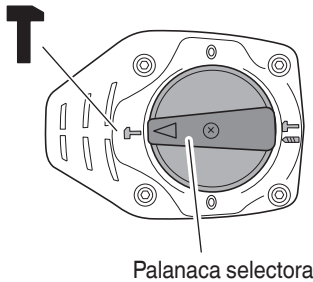

Fig. 8
- (1) Cambio a "martilleo"
- (b) Alinee las marcas ▲ de la palanca selectora y T de la tapa de la manivela como se ilustra en la Fig. 8.